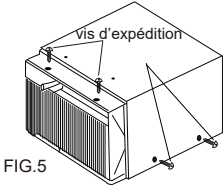

FIG.5
- Retirez les vis d'expédition du haut de l'unité et du côtés depuis la base si installé. (Voir FIG.5)